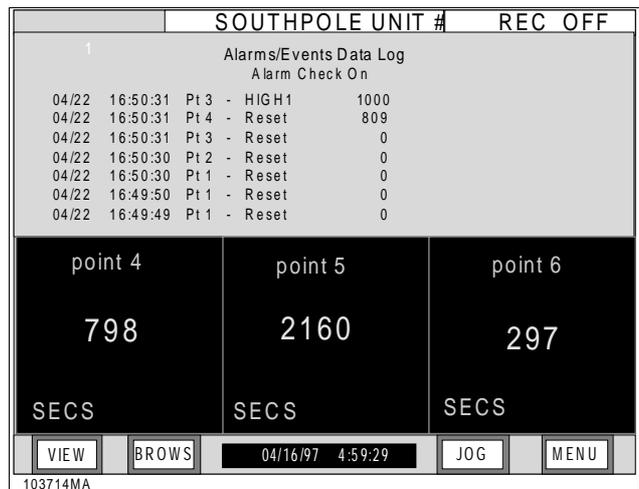

Bild 1-2 Touchscreen mit Menütasten
1.2.4 Menüs. Über eine Menüfolge wird auf die Gerätefunktionen zugegriffen. Diese Menüs sind über eine Befehlstastenleiste aufrufbar, die durch einen Druck auf die Taste **MENU** in der unteren rechten Ecke des Touchscreens aufgerufen wird. Entlang des oberen Bildschirmrands läuft eine Statuszeile, in der verschiedene Schreiberparameter angezeigt werden können (siehe Abschnitt 3.1). Für die Bedienung bietet die Befehlstastenleiste drei Auswahl Tasten an: **DIS**Play, **PRO**gram und **FUN**ction (siehe Bild 1-2 unten). Um den Gebrauch zu